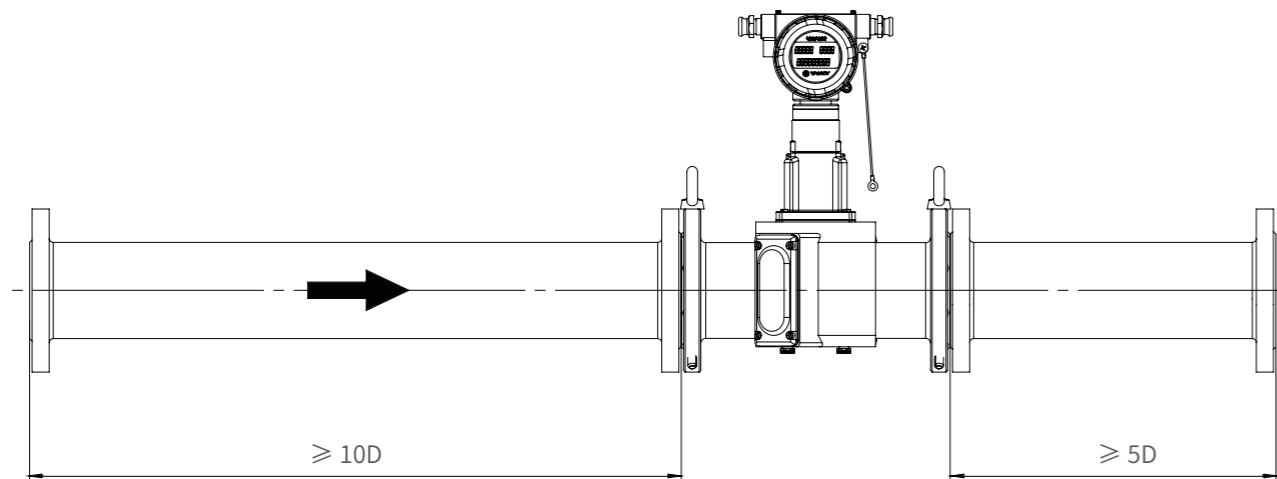

图 4 气体超声流量计推荐安装方式
5.2.1.2 沿流体方向，前直管道长度 $\geq 10DN$ ，后直管道长度 $\geq 5DN$ ，如图 4 所示：